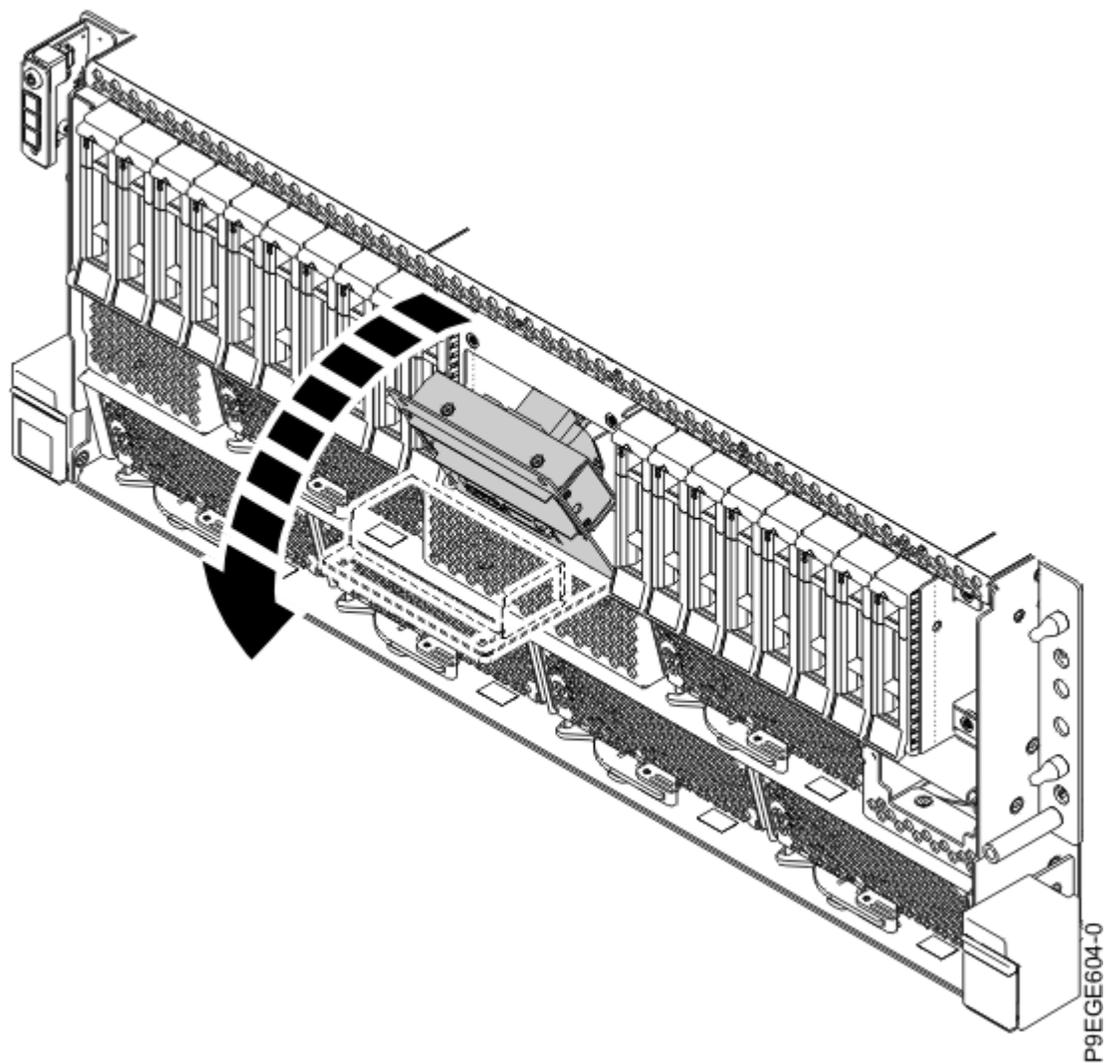

Figura 114. Apertura del receptáculo de la pantalla del panel de control para un sistema montado en bastidor
8. Para el sistema montado en bastidor, abra el receptáculo de la pantalla del panel de control, tal como se muestra en la Figura 114 en la página 121.